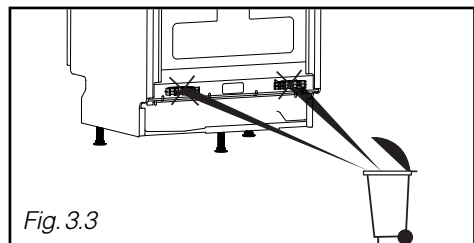

Fig. 3.3
- **Verwijder de slanghouders (Fig. 3.3)**